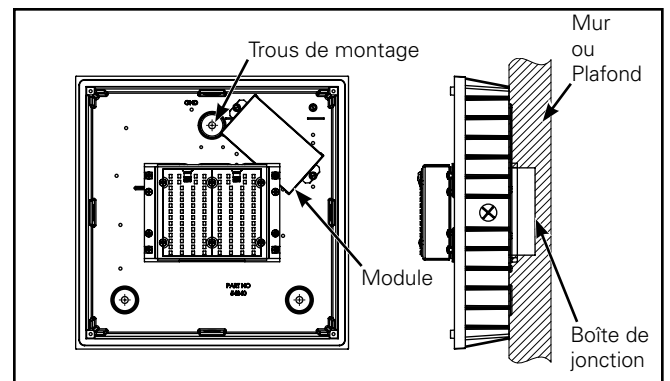

Figure 7.
- Centrez le boîtier coulé sur un plafond lisse et plat ou mur par-dessus la boîte de jonction. Utilisez le boîtier coulé comme gabarit pour positionner les fixations (Figure 7).